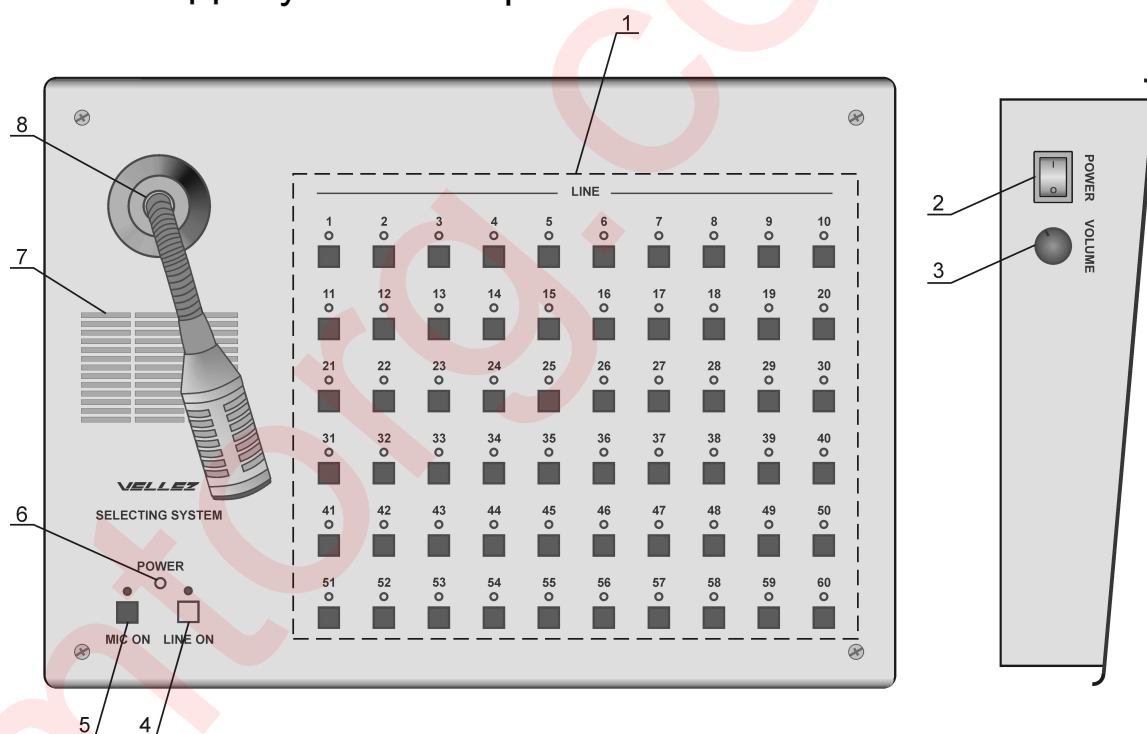

Рисунок 1
5.1 Размещение органов управления и индикации на передней панели СД01 указано на рис. 1.